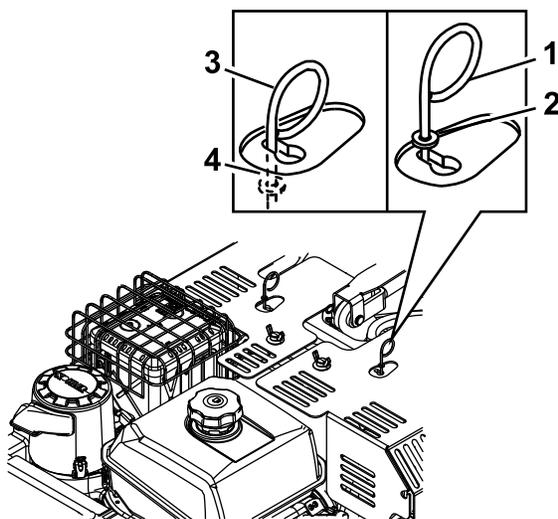

Figure 29
2. Déplacez le levier dans la partie large de la fente (Figure 29).
3. Poussez le levier vers le bas jusqu'à ce que la rondelle soit à l'intérieur du cadre (Figure 29).
4. Ramenez le levier dans la partie étroite de la fente et relâchez le levier (Figure 29).
2. Déplacez le levier de la vanne de déblocage dans la partie large de la fente (Figure 29).
3. Poussez le levier vers le haut jusqu'à ce que la rondelle soit à l'extérieur du cadre (Figure 29).